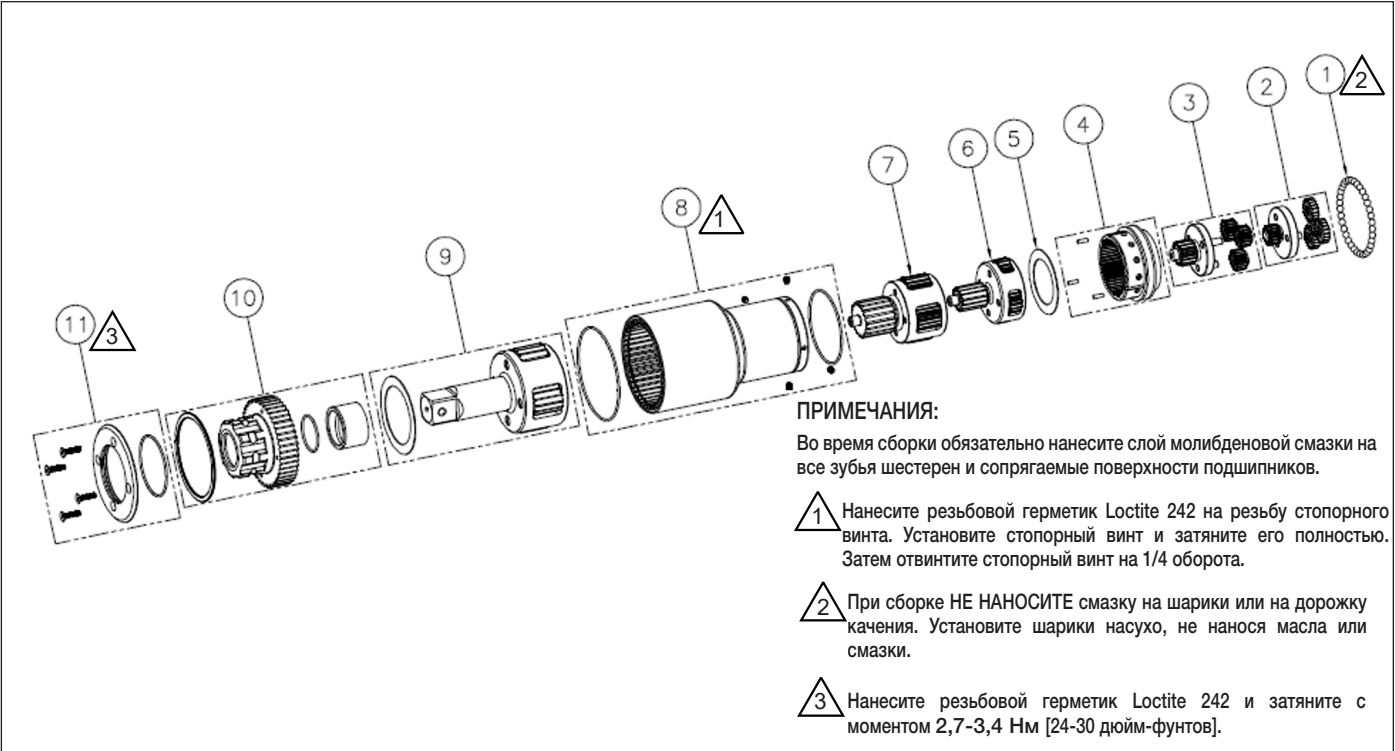

Рисунок 12: Узел редуктора TW3000SR
9.7.1 Таблица деталей (рисунок 12)
9.8.1 Таблица деталей (рисунок 12)